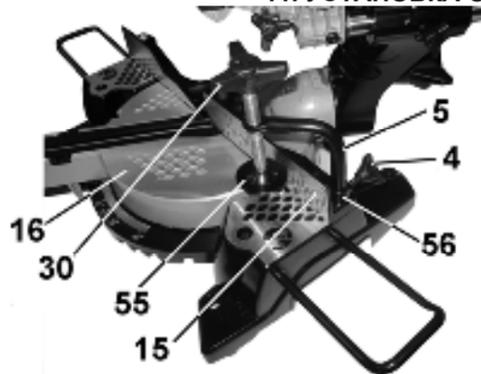

Рис. 16
10.5.9. Применение лазерного указателя (14) при работе пилой позволяет производить точные поперечные, косые, наклонные и комбинированные пропилы.
11. УСТАНОВКА ОБРАБАТЫВАЕМОЙ ЗАГОТОВКИ (Рис.16)